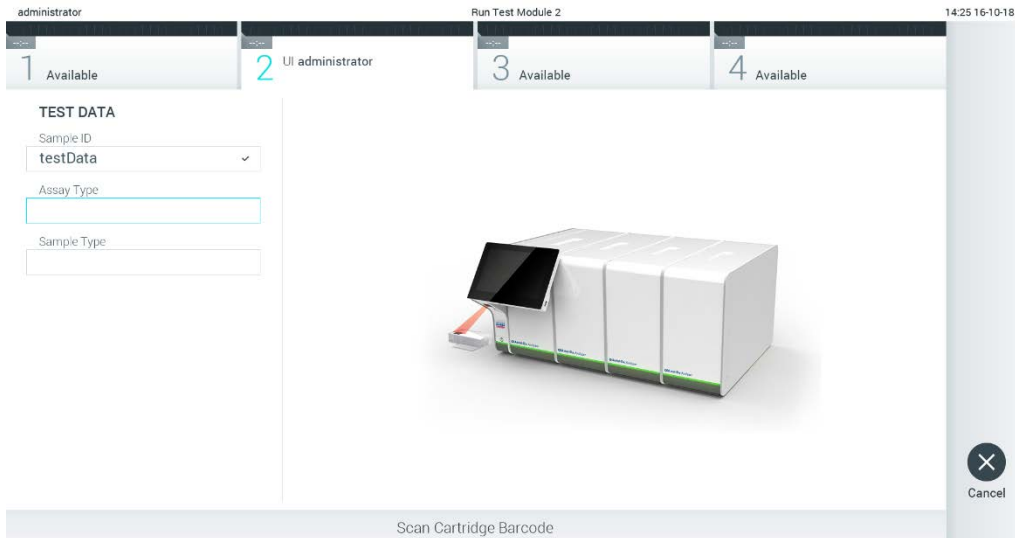

Figura 24. Scanarea codului de bare al cartușului de test QIAstat-Dx.
3. Atunci când vi se solicită acest lucru, scanați codul de bare al cartușului de test QIAstat-Dx pe care îl veți folosi. QIAstat-Dx Analyzer 1.0 recunoaște automat testul care trebuie rulat, în funcție de codul de bare al cartușului de test QIAstat Dx (Figura 24).